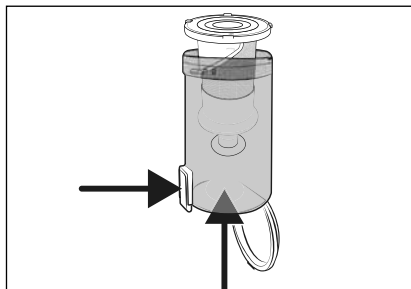

Bild 20
- 3) Ta ut det rostfria stålfilteret **6** ur dammbehållaren **7** genom att trycka på knappen för att öppna dammbehållaren **8**. Skjut sedan ut det rostfria stålfilteret **6** underifrån ur dammbehållaren **7** (se bild 20).